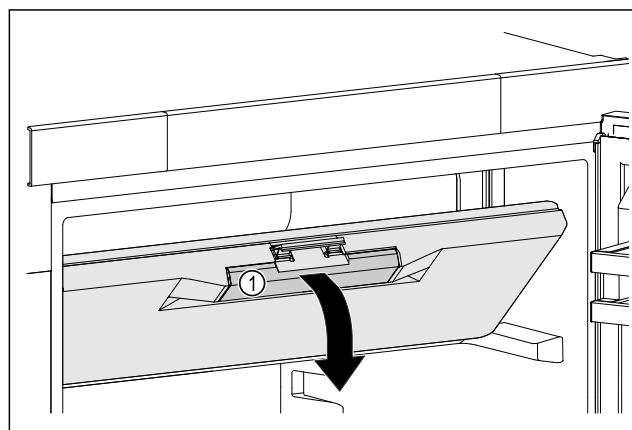

Fig. 43
- ▶ Satveriet saldētavas nodalījuma durvis aiz rokturu padziļinājuma Fig. 43 (1).